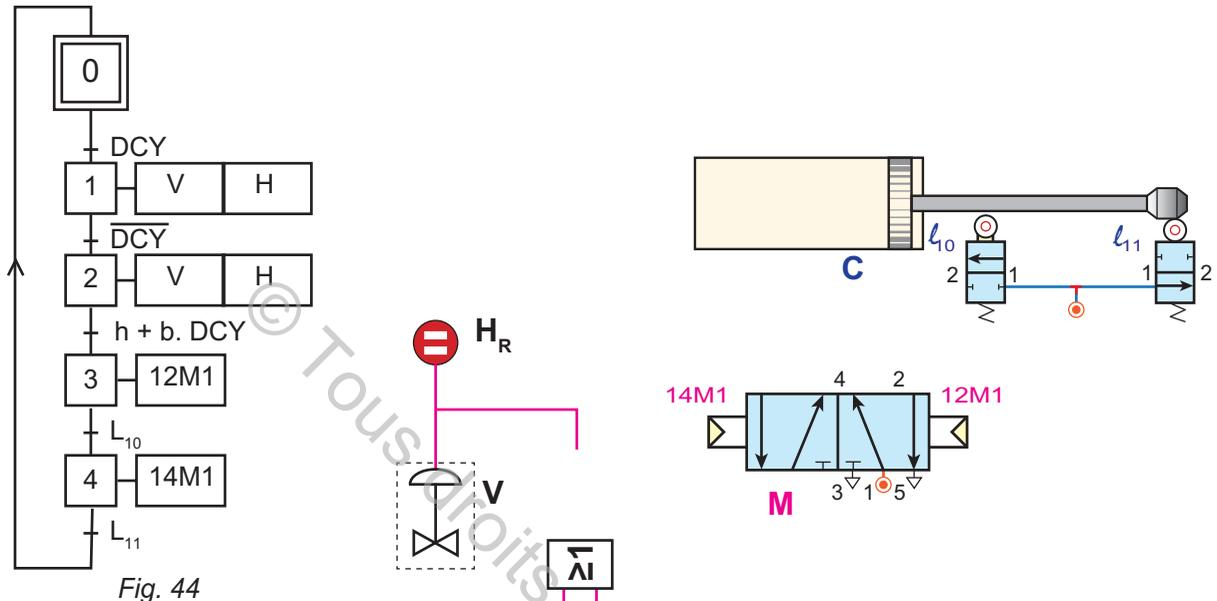
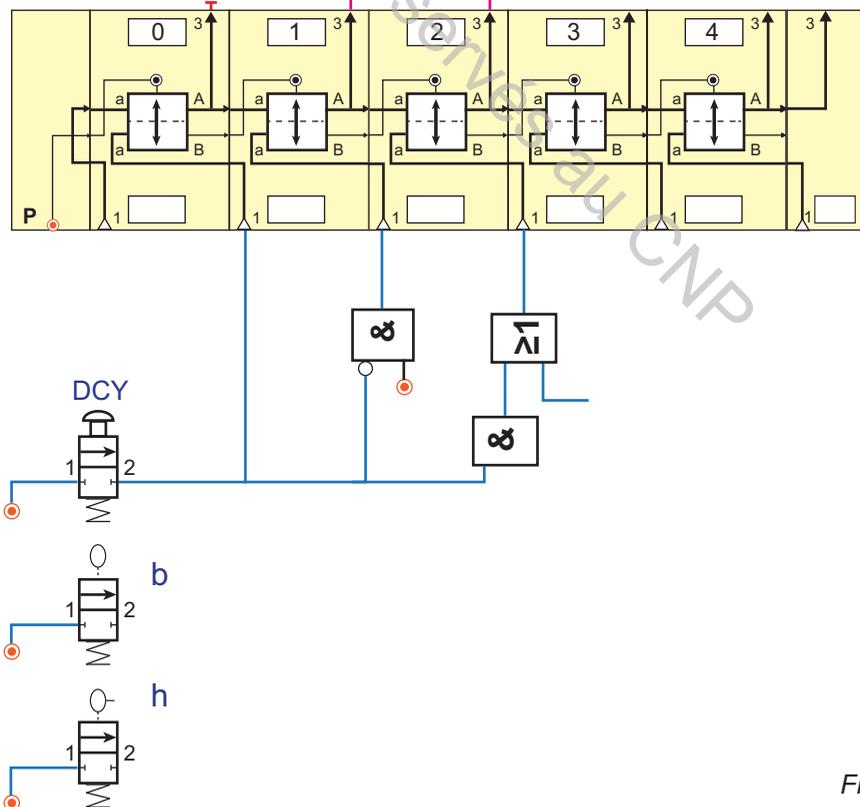

Fig. 44
Fig. 45
L'action sur DCY permet le cycle décrit par le grafcet PC (fig. 44). Le circuit de commande de la doseuse est à base d'un séquenceur pneumatique dont le schéma incomplet de la figure 45.
- 1- Déterminer, en se référant aux figures 44 et 45: